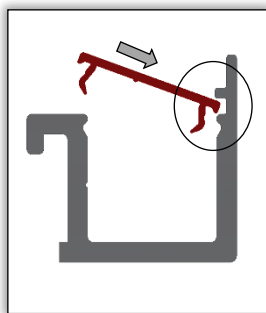

Abb. 2
1. Der Lamellen-Trägerprofil Deckel muss über die gesamte Länge schräg (Abb. 1) zwischen die beiden Nasen (Abb. 2) im Lamellen-Trägerprofil eingeführt werden.